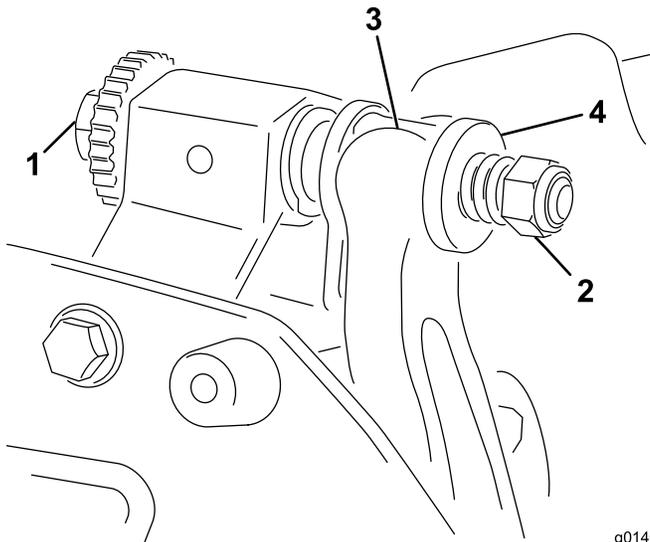

Figure 18
1. Tournez la vis de réglage de la barre d'appui dans le sens antihoraire pour éloigner la contre-lame du cylindre (Figure 18).
2. Faites sortir l'écrou de tension du ressort jusqu'à ce que la rondelle ne soit plus tendue contre la barre d'appui (Figure 18).
1. Montez la barre d'appui en positionnant les languettes de montage entre les rondelles et la vis de réglage de la barre d'appui (Figure 18).